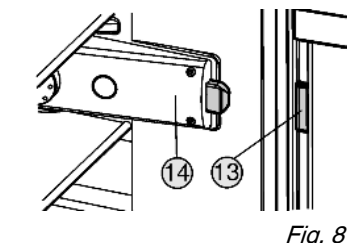

Fig. 8
La camma di comando Fig. 8 (13) deve trovarsi sul lato della scatola luci Fig. 8 (14).